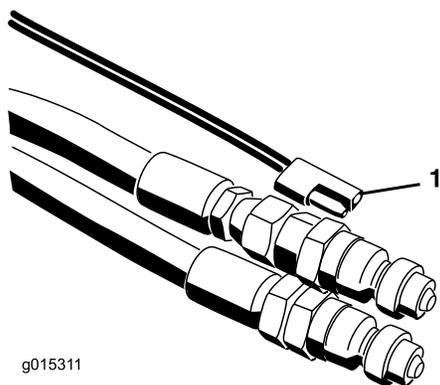

Figure 19
7. Connectez le faisceau de câblage au véhicule tracteur (Figure 18 & Figure 19). Sur les modèles SH, placez le boîtier de commande à portée du siège du conducteur. Vérifiez que l'interrupteur est tourné sur arrêt.